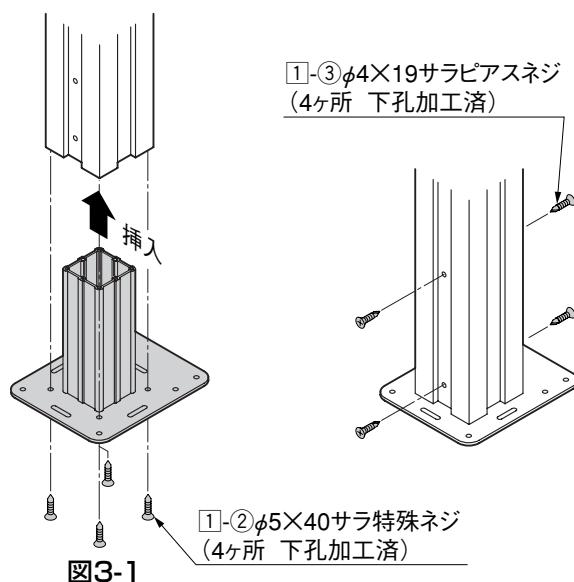

図3-1
ベースプレートA, Bを組付けた柱スリーブBを図3-1の向きに挿入してください。
- 図3-1はT-12以下のとき(ベースプレートA使用時)です。T-14以上のときはベースプレートBを使用します。
- ③ ベースプレートA, Bの裏側から、1-②で主柱とベースプレートBを固定してください。
- ④ 主柱の孔位置から1-③で、主柱と柱スリーブBを固定してください。